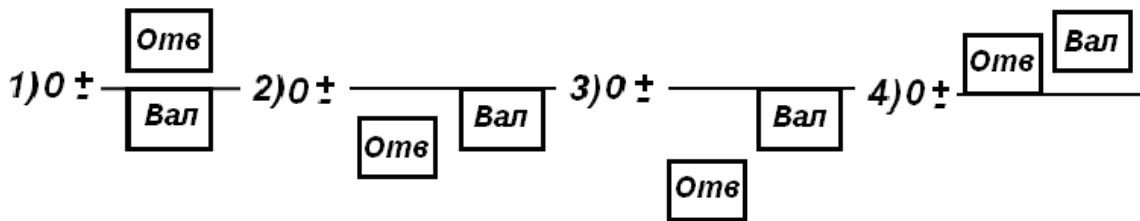

Рис. 1.15. Поля допусків до питання 6.
6. Назвіть схему посадки з зазором у системі вала (рис. 1.15).